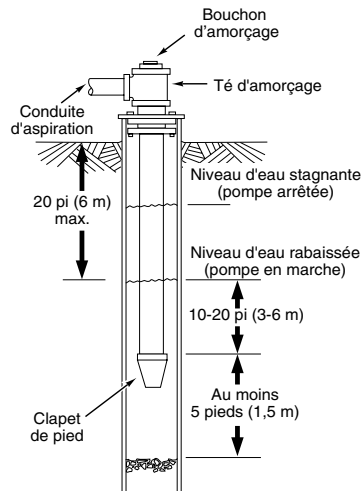

Figure 1 – Installation d'un puits tubé/creusé
5. Lorsque vous utilisez un clapet de pied, un té d'amorçage et un bouchon sont recommandés (figure 1).
5. Si de longs circuits de tuyaux horizontaux doivent être utilisés, installez un té d'amorçage entre le clapet anti-retour et la tête de puits (figure 1). Utilisez un tuyau schedule 80 ou un tuyau en fer.